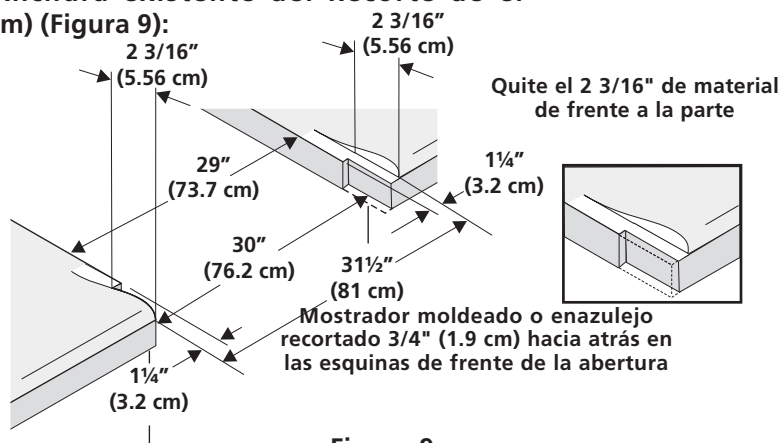

Figura 9
- **Para la Anchura existente del Recorte de el 29"(73.7 cm) (Figura 9):**